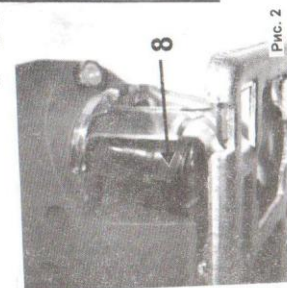

Рис. 2
- Отведите пружинный фиксатор полотна (8)(См. Рис.2) в сторону и вставьте Т-образный хвостовик пильного полотна в посадочное гнездо держателя до упора.